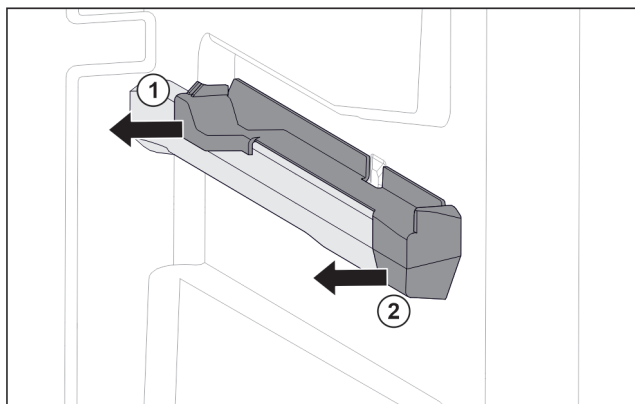

Fig. 216 Natični nastavek na desnemu nastavku za posodo
- Natični nastavek zadaj izvlecite vstran. Fig. 216 (1)
- Natični nastavek spredaj izvlecite vstran. Fig. 216 (2)